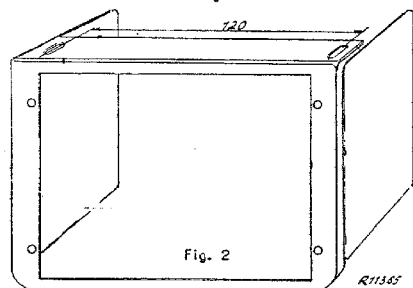

Fig. 2
- Bevestiging onder het dashboard door middel van een speciale ophangbeugel (Fig. 2).